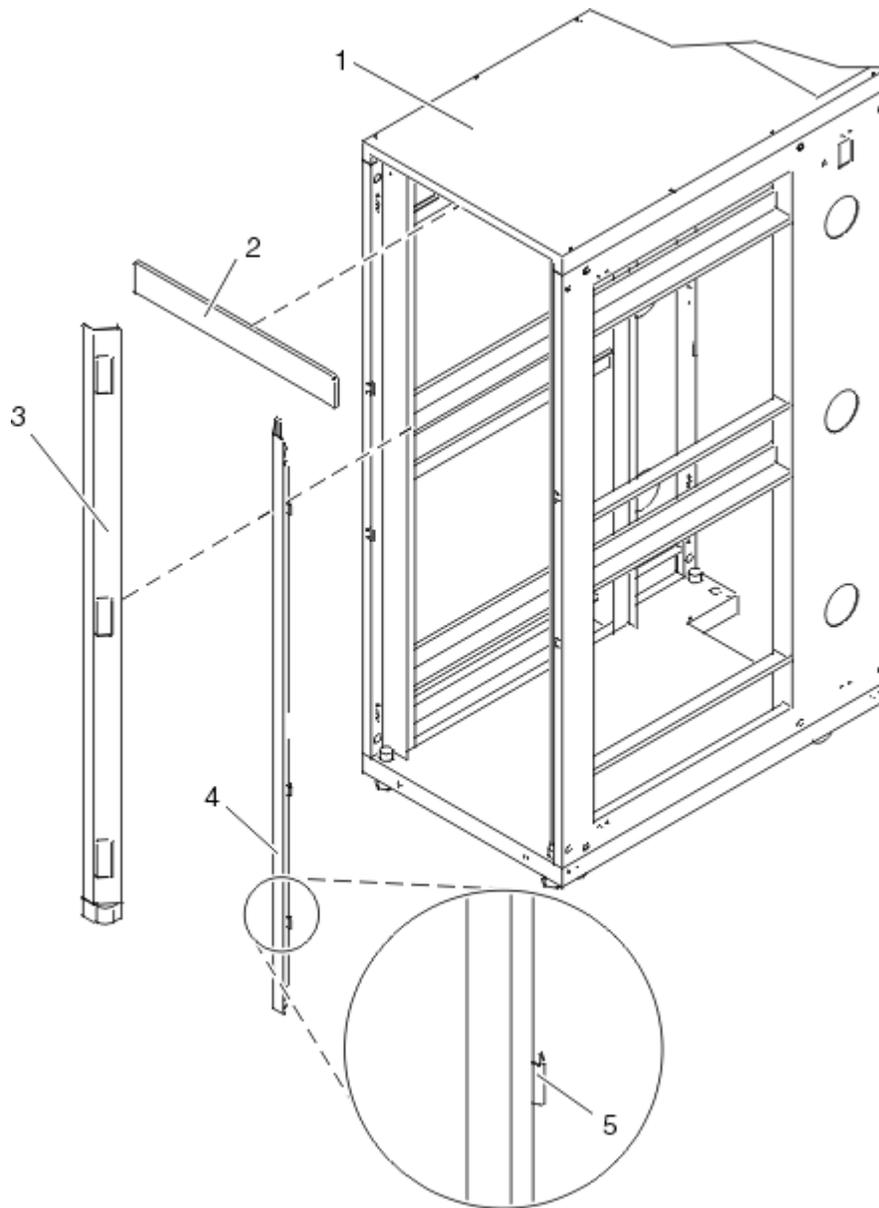

Abbildung 4. Trimmplatten ausbauen
2. Falls installiert, bauen Sie die obere, linke und rechte Trimmplatte aus. Die Trimmplatten werden mit Federbügeln an ihrem Platz gehalten. Siehe Abbildung 4 auf Seite 7.